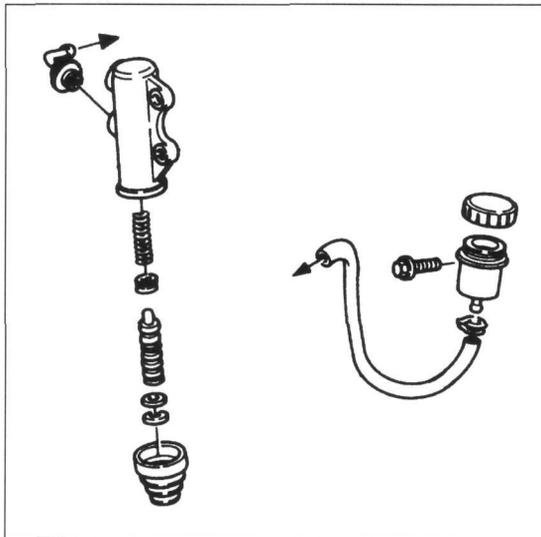

Bild 222 ►
- Hydrauliksystem entgegen dem in Bild 47 angegebenen Entlüftungsschema nach Ablauf in Bild 222 befüllen. Dabei Schlauch in Behälter mit Bremsflüssigkeit enden lassen. Entlüften wie in Kapitel 3.14 Seite 22 beschrieben.